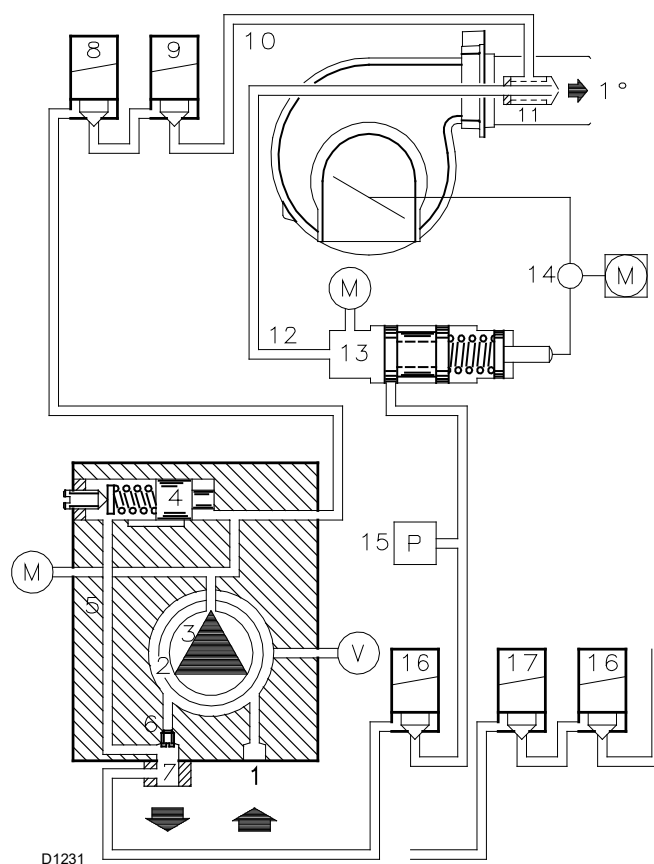

Fig. 29
Acestea sunt instalate pe arzător cu by-pass-ul închis cu ajutorul șurubului 6)(Fig. 29).
- Pompa 3)(Fig. 29) trage combustibilul din rezervor prin conducta 1) și îl împinge sub presiune în conductă.
Legendă (Fig. 29)